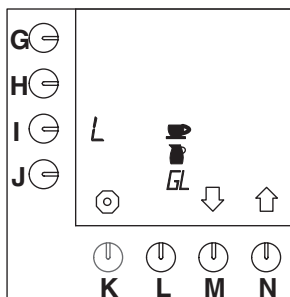

Fig. 21 Unités à sélectionner
- Vous pouvez sélectionner l'une des unités suivantes: Litre = L, Gallon = G (=3,7853 L), Pichet, Tasse (fig.21).